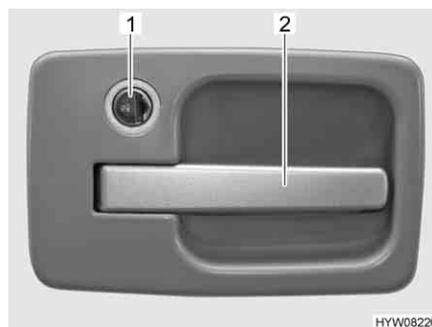

Fig. 30 Cerradura de la puerta de entrada, en el exterior
- Introducir la llave en el cilindro de cierre (Fig. 30,1) y girarla al símbolo "U". La cerradura de la puerta está desbloqueada.
- Tirar del tirador de la puerta (Fig. 30,2). La puerta está abierta.
- Introducir la llave en el cilindro de cierre (Fig. 30,1) y girarla al símbolo "U". La cerradura de la puerta está bloqueada.